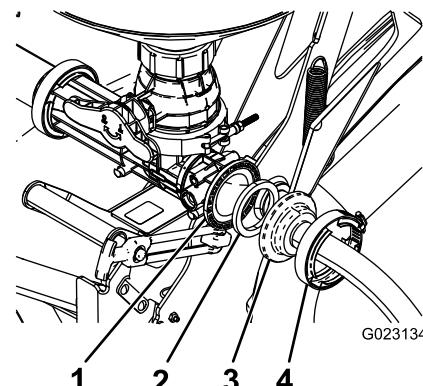

Figura 18
4. Sujete el extremo de la manguera de alimentación que no lleva conector estanco al orificio de la válvula del eyector que está orientado hacia atrás, con una junta y una abrazadera de manguera (Figura 18).